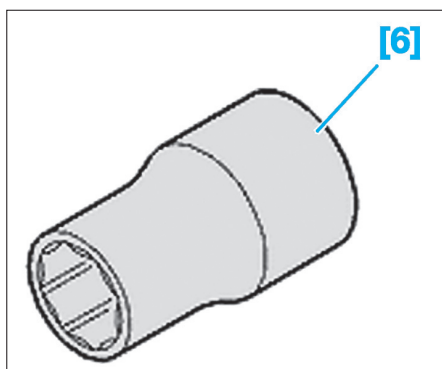

Fig. 38
- [6]. Douille pour vis de culasse Torx STX 14 (Fig.38).